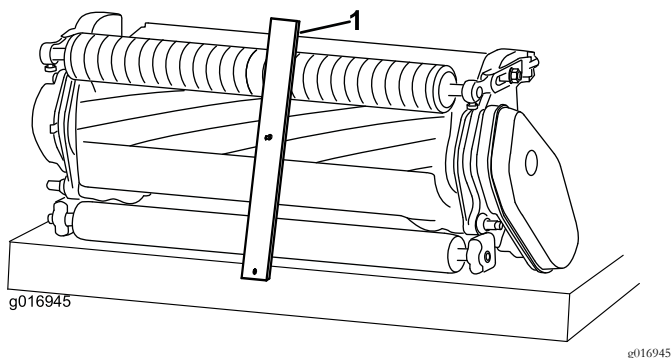

图11
3. 将螺丝头钩在底刀的刀刃上并将调刀尺的后端放到后滚筒上(图11)。